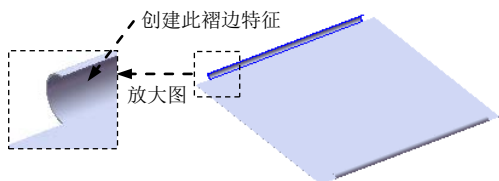
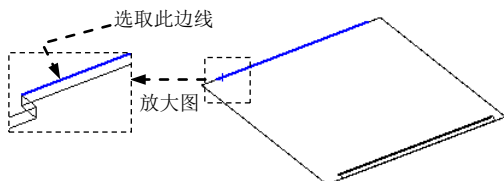

图 17.11.30 创建褶边 2
图 17.11.31 定义特征的边线
Step6. 创建图 17.11.30 所示的褶边 2。
- (1) 选择命令。选择下拉菜单 **插入(I)** → **钣金(B)** → **褶边(B)...** 命令。系统弹出“褶边”对话框。
- (2) 定义特征的边线。单击 **边线(E)** 区域中的“折弯在外”按钮 。选取图 17.11.31 所示的模型边线为生成褶边的边线。
- (3) 定义褶边类型和大小。在 **类型和大小(T)** 区域中，单击“滚轧”按钮 。在  文本框中输入角度值 180。在  文本框中输入 6.0。
- (4) 单击  按钮，完成褶边 2 的创建。